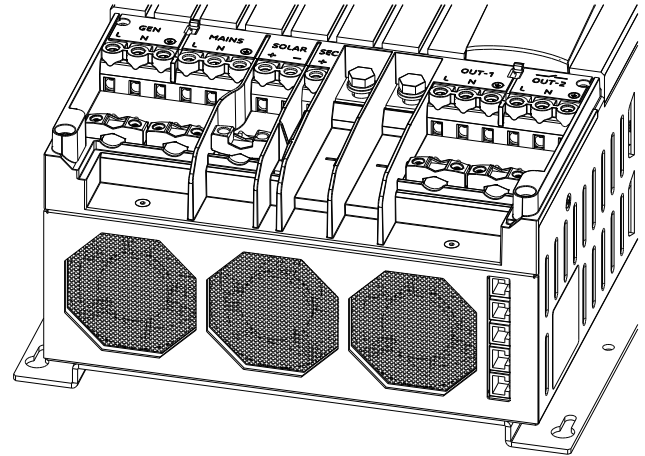

Abbildung 5-3: Frontabdeckung entfernt
- 2 Heben Sie die Frontabdeckung vom Gehäuse ab; siehe Abbildung 5-3.